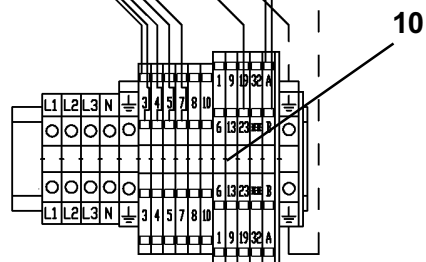

Fig.28
- A Fissare la scatola di derivazione (**5 Fig.28**) utilizzando la viteria fornita.
- B Montare i tubi illuminanti secondo la numerazione indicata in **Fig.28** avendo cura di posizionare le parti dotate di connessioni rivolte verso l'esterno del ponte per facilitare l'inserimento dei cavi nelle intercapedini **A** delle pedane.
- C Inserire il cavo elettrico (**6**) di collegamento tra la scatola di comando (**7**) e quella di derivazione (**5**), nella guaina portatubi (**8**); successivamente posizionare i cavi all'interno della pedana come indicato in **Fig. 28**.
- A Secure the connector block box (**5 Fig. 28**) with the supplied screws.
- B Install lighting tubes following the numbering in **Fig.28**; parts featuring connections should be pointing out for easier cable fitting into board cavities **A**.
- C Insert the cable (**6**) connecting the control box (**7**) with the connector block box (**5**) into the tube sheath **8** then position the cables into the board as shown in **Fig.28**.
- A Die Verbindungsdose mit den mitgelieferten Schrauben (**5 Abb.28**) befestigen.
- B Die Leuchtröhren unter Einhaltung der in **Abb.28** angegebenen Numerierung montieren, wobei die Teile mit Verbindungen nach Außen gerichtet werden sollten, um die Einführung der Kabel in die Zwischenräume **A** der Plattformen zu erleichtern.
einfügen **8**, dann die Kabel auf den Plattformen, wie in **Abb.28** angegeben, verlegen.
- A Fixer la boîte de dérivation (**5 Fig. 28**) en utilisant les vis fournies.
- B Monter les tubes d'éclairage selon la numérotation indiquée **Fig.28** en prenant soit de positionner les parties dotées de branchements vers l'extérieur du pont afin de faciliter l'introduction des câbles dans les interstices **A** des chemins de roulements.
câbles à l'intérieur du chemin de roulement comme indiqué **Fig.28**.
- A Fijar la caja de derivación (**5 Fig.28**), utilizando los tornillos suministrados en dotación.
- B Montar los tubos luminosos según los números indicados en la **Fig.28**, prestando atención a posicionar las partes con conexiones hacia el exterior del elevador para facilitar la conexión de los cables en los intersticios **A** de las plataformas.
- C Introducir el cable eléctrico (**6**) de conexión entre la caja de mando (**7**) y la caja de derivación (**5**), en el tubo guarda-cables **8**. Luego posicionar el cable en el interior de la plataforma como se indica en la **Fig.28**.